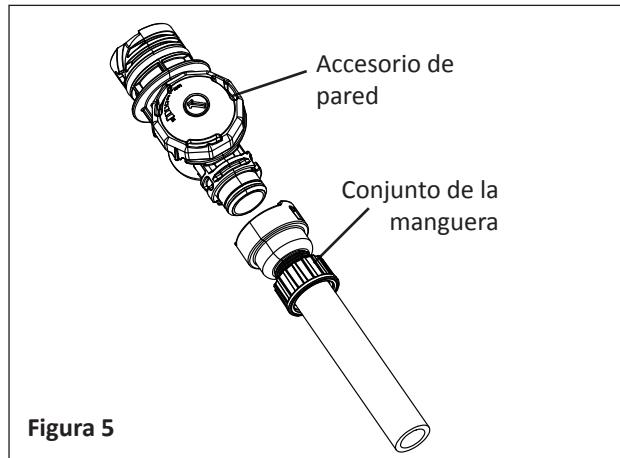

Figura 5
4. Fije el conjunto de la manguera al accesorio de pared. Véase Figura 5. Luego fije el accesorio de pared (con la manguera) al adaptador de pared. Véase Figura 5. Tome el extremo opuesto del conjunto de la manguera y camine hasta el punto más lejano de la piscina desde el adaptador de pared. **Para evitar el exceso de estiramiento de la manguera, la manguera descansar en la parte superior del agua de la piscina.** Mida la longitud de la manguera que sobra (manguera que se extiende más allá del borde de la piscina). Esto determina cuánto habrá que cortar de secciones dos y tres.